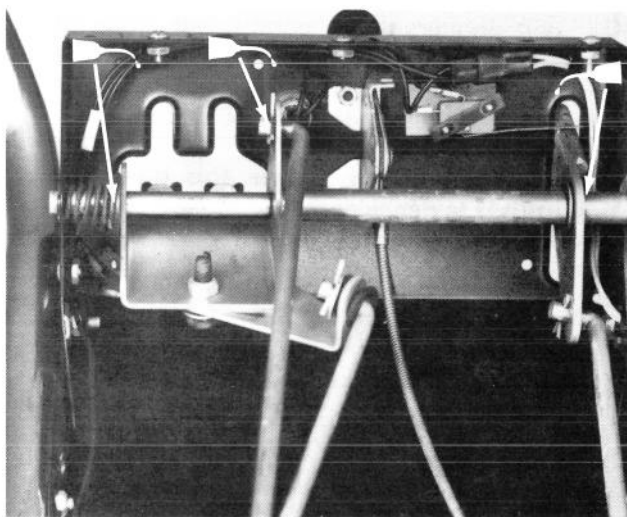

Figure 26
1. Lubrifiez les pivots des tringleries de commande avec quelques gouttes d'huile SAE 10W 40 (Fig. 26 et 27). Essuyez l'excès d'huile.